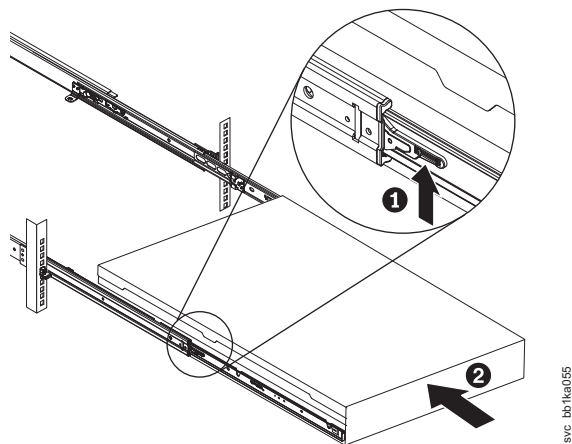

図 147. ラックのスライド・レールの ロック・レバーを上げる
12. スライド・レール上のロック・レバー (192 ページの図 147 の **1**) を上げて、サーバー **2** を、所定の位置にカチッと音を立てて収まるまで、ラック内に完全に押し込みます。